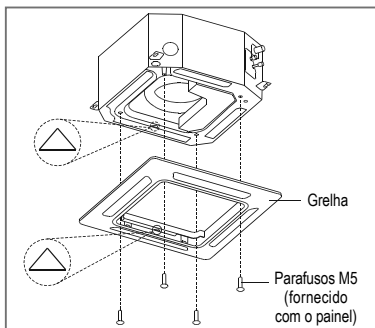

FIG. 19
- b) Alinhe a indicação "Δ" da grelha à indicação "Δ" na unidade evaporadora. Prenda a grelha na unidade com os parafusos fornecidos. (Fig. 19).